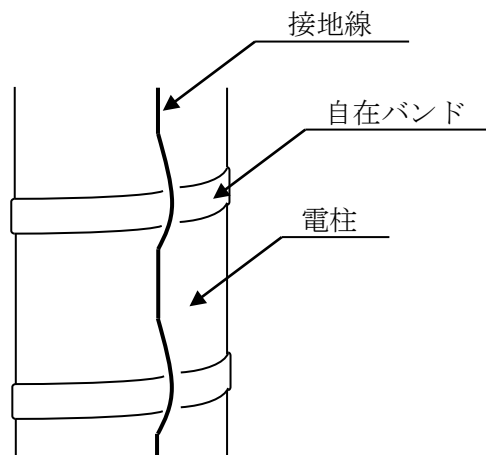

図4 自在バンド取付けイメージ
- ④ 自在バンドによる取り付けを行う際には、図4の通り接地線を自在バンドで挟み込まない様、電柱面と接地線の間自在バンドを通し、接地線を損傷させないこと。